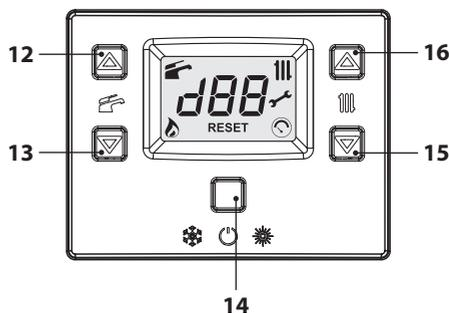
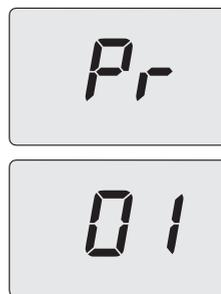

Figura 5.34
Figura 5.35
- Entrare in "modalità programmazione" premendo contemporaneamente per 10 secondi i tasti 14-15-16 (Figura 5.34) fino a far apparire sul display LCD le lettere **Pr** che si alternano al numero del parametro **01**, indicanti l'entrata nel "parametro 01" (Figura 5.35).
- Premendo il tasto 14 (Figura 5.34) si ottiene la conferma del valore inserito. Sul display appare per 3 sec. la scritta "Ok", per poi visualizzare la lista dei parametri (Figura 5.37).
- Per uscire, premere il tasto 14 (Figura 5.34) e togliere l'alimentazione elettrica.
Comunque se la temperatura ambiente non dovesse essere confortevole si può aumentare o diminuire la temperatura di mandata dell'impianto riscaldamento di $\pm 15^\circ\text{C}$ agendo sui tasti 15 (diminuzione) e 16 (aumento) (Figura 5.34).